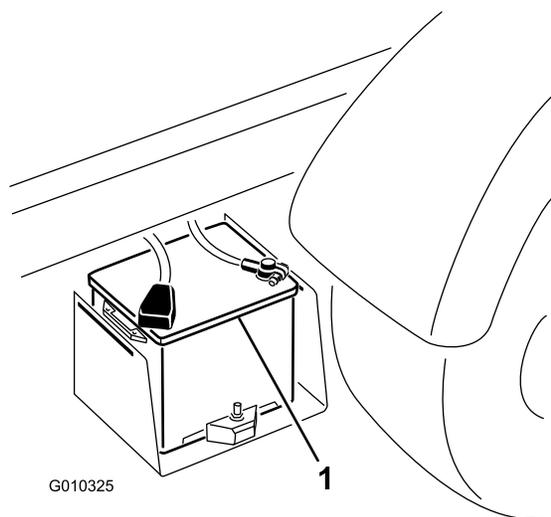

Figura 48
2. Ligue um cabo entre os terminais positivos das duas baterias (Figura 48). O terminal positivo pode identificar-se por um sinal + na parte de cima da tampa da bateria.